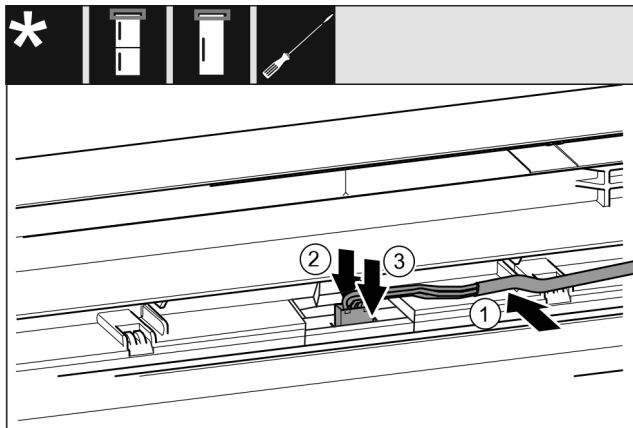

Fig. 63 制冷/冷冻组合/冰柜/冰箱*
- ▶ 将电缆 Fig. 63 (1) 置入上方冰箱门的导向装置。*
- ▶ 将止动凸缘 Fig. 63 (2) 向后按住。*
- ▶ 插入插头 Fig. 63 (3)。*